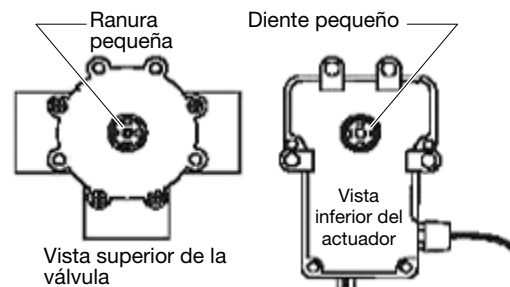

FIG. 2. Montaje del actuador
4. Coloque el actuador sobre el eje de la válvula de modo de que los dientes pequeños del actuador se acoplen con la ranura pequeña del eje de la válvula. Consulte FIG. 2.
**Nota:** La ranura pequeña representa la posición APAGADO (OFF) o FLUJO BLOQUEADO (FLOW BLOCKED) de la válvula. En lo que respecta a estas reacciones del actuador, la pequeña ranura del actuador se configura de fábrica en el punto de tope en 0°. Consulte FIG. 2.